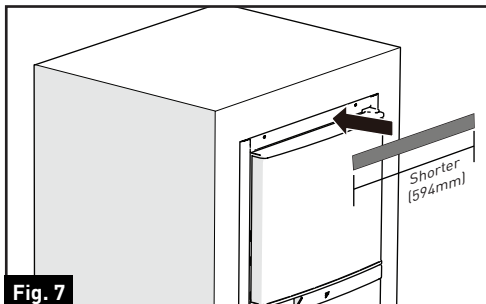

Fig. 7
5. Retire la película protectora de la franja de ajuste y el clip en la parte superior e inferior del refrigerador. **NOTA:** Instale el corto en la parte superior del refrigerador y el más largo en la parte inferior. (Fig. 7 y Fig. 8)